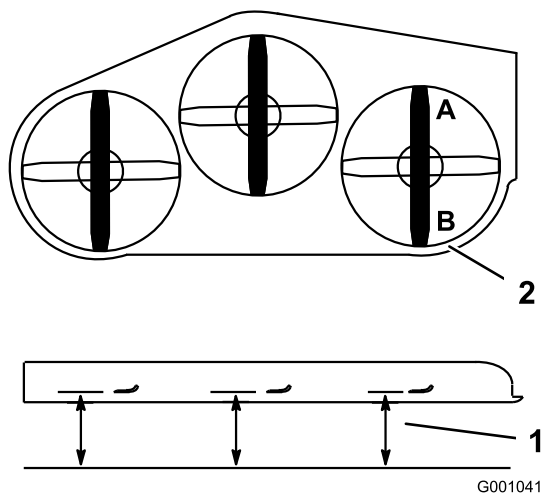

Figure 81
1. Tournez la lame **droite** dans le sens longitudinal (Figure 81).
2. Mesurez la distance au point **A** entre la surface plane et le tranchant de la pointe de la lame droite (Figure 81).
4. Mesurez la distance au point **B** entre la surface plane et le tranchant de la pointe de la lame droite (Figure 81).
6. La lame doit être plus basse de 6 à 10 mm (1/4 à 3/8") au point **A** qu'au point **B** (Figure 81). Si ce n'est pas le cas, passez aux étapes suivantes.